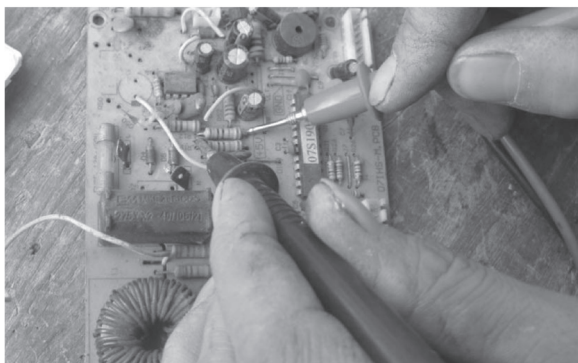

图 2-21 做第一次测量
4) 将万用表的红、黑表笔分别搭在电阻器两端引脚处，如图 2-21 所示。观察表盘，记录第 1 次测量的值 R_1 。